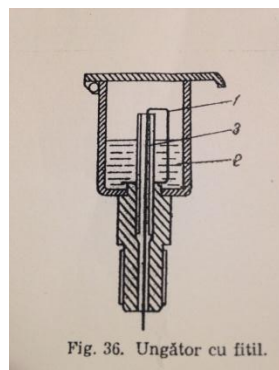

Fig. 36. Ungător cu fitil.
e) **Ungerea cu fitil (fig. 36)** – ungătoarele au corpul prevăzut cu un tub gol prin care trece fitilul 1, din țesătură de lână sau bumbac, cufundat în baia de lubrifianț 2. Capătul fitilului rămâne 5-6 mm deasupra axului 3. Uleiul ajunge la suprafețele de contact sub formă de picături care cad uniform, fiind absorbite prin capilaritate. Ungătoarele cu fitil sunt simple și ieftine, asigurând în unele cazuri o ungere eficientă.